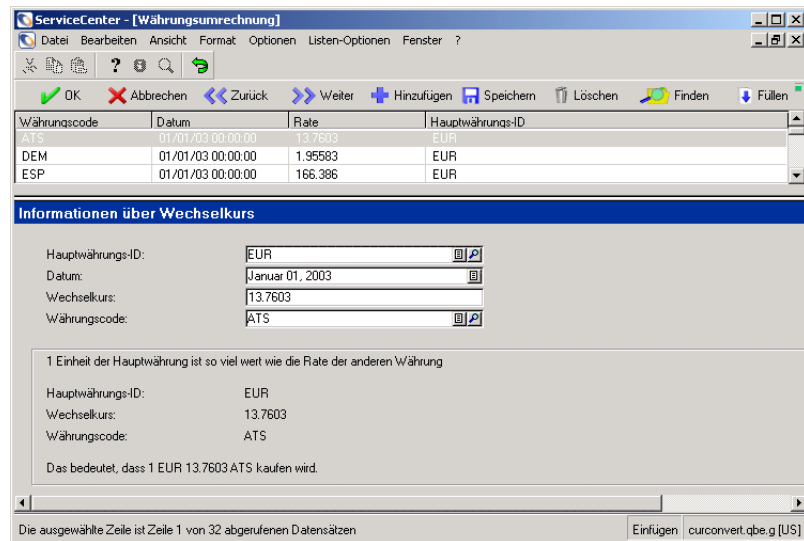

Abbildung 8-5: QBE-Liste mit Wechselkursen
- 3 Klicken Sie auf **Suchen** oder drücken Sie die **Eingabetaste**, um eine wahre Abfrage (true) durchzuführen und eine Liste aller aktuellen Wechselkurse abzurufen. Abbildung 8-5 zeigt eine Liste der Wechselkurse.